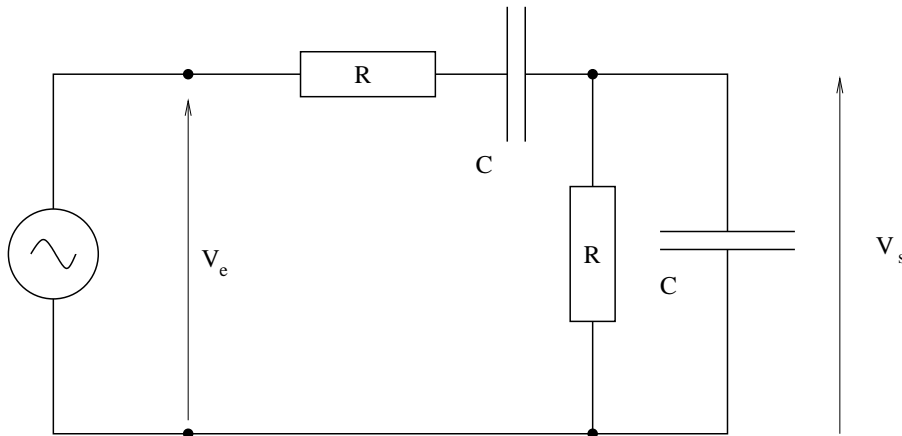

FIG. 2.1 – Filtre d'étude, alimenté par un générateur basse fréquence.
- Réaliser le montage schématisé sur la figure 2.1, en incluant les appareils de mesure (ici, l'oscilloscope).